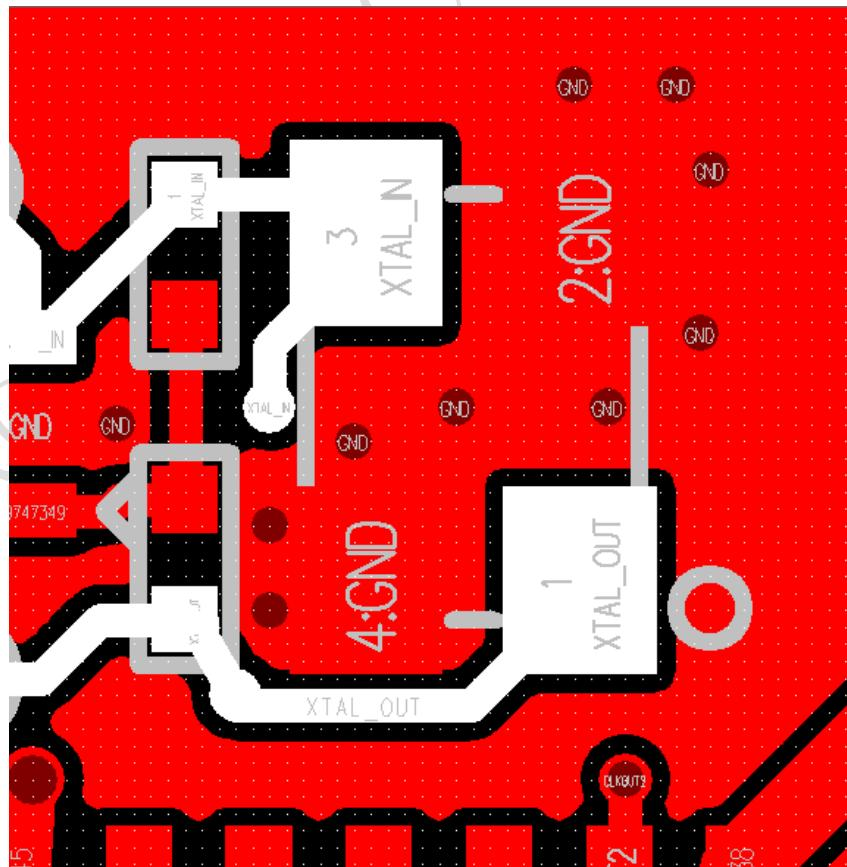

图23-11
- 晶体下方保持完整的地，不要有其他信号走线，晶体引脚要有足够的地过孔，如图23-11；